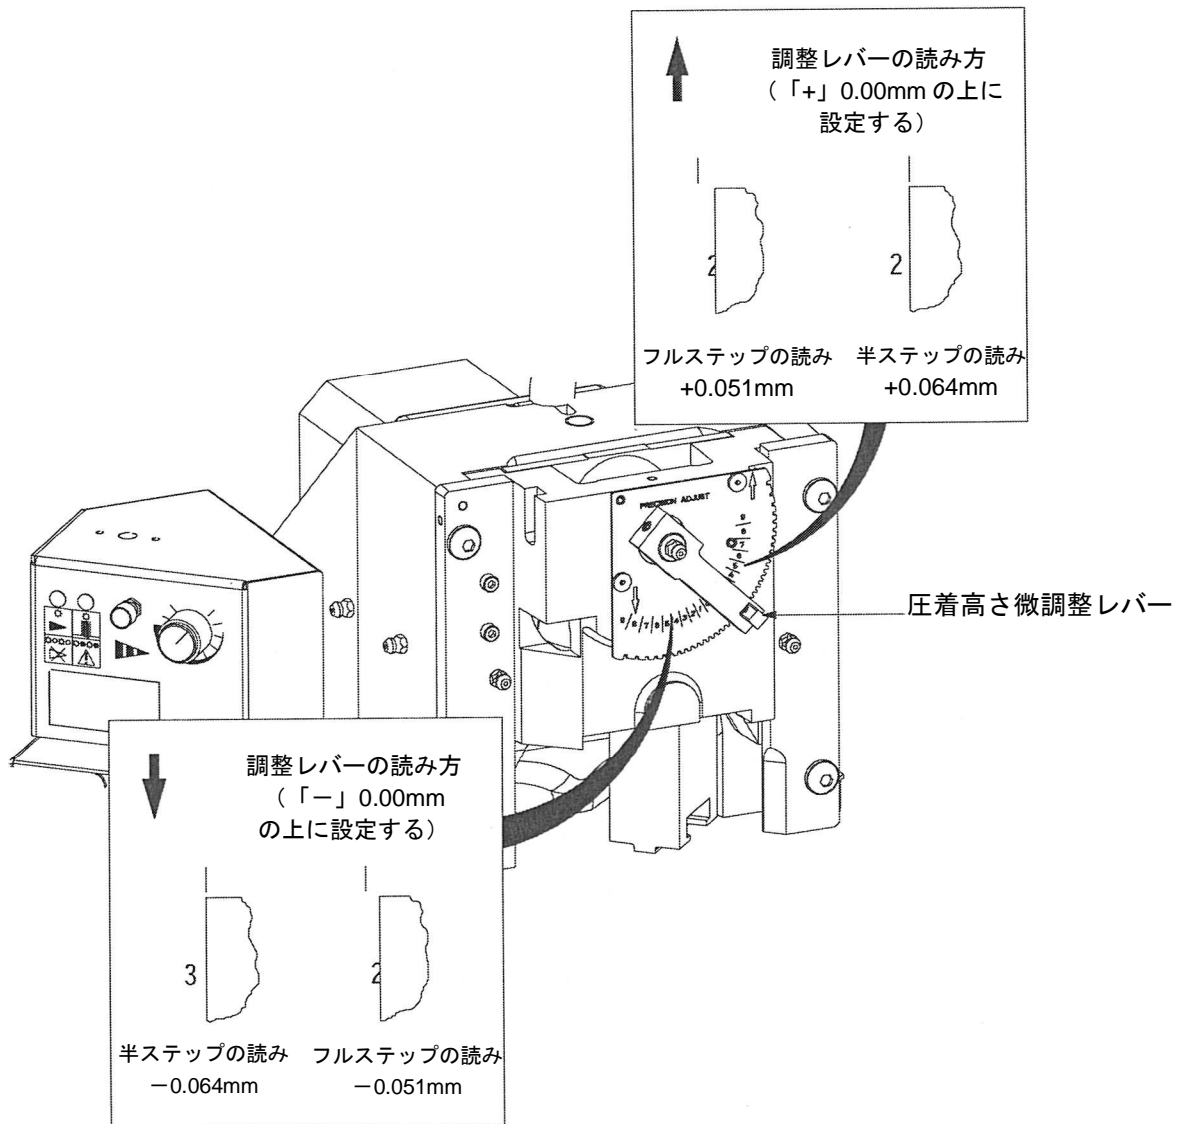

Fig. 14
- シャットハイトが正しくない場合は、Fig. 14 を参照し、以下の手順を行なってください。